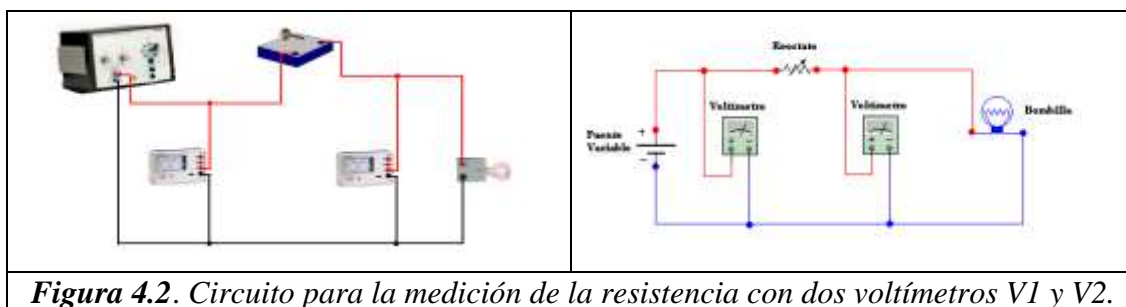

Figura 4.2. Circuito para la medición de la resistencia con dos voltímetros V1 y V2.
- 3.3.3 Para el estudio de la dependencia con temperatura Usted empleará como R_x la resistencia de un bombillo. No se medirá aquí directamente la corriente en el circuito con un amperímetro sino que se miden dos voltajes diferentes, ver figura 4.2. La resistencia variable R_o se deja en un valor fijo y la corriente eléctrica que circula por el circuito se controla variando el dial de voltaje sobre el panel de la fuente de poder
- 4.2.1. Conecte el bombillo como R_x en la figura 4.2. Deje R_0 en un valor fijo. La corriente en el circuito se varía con el botón de voltaje de la fuente de poder.